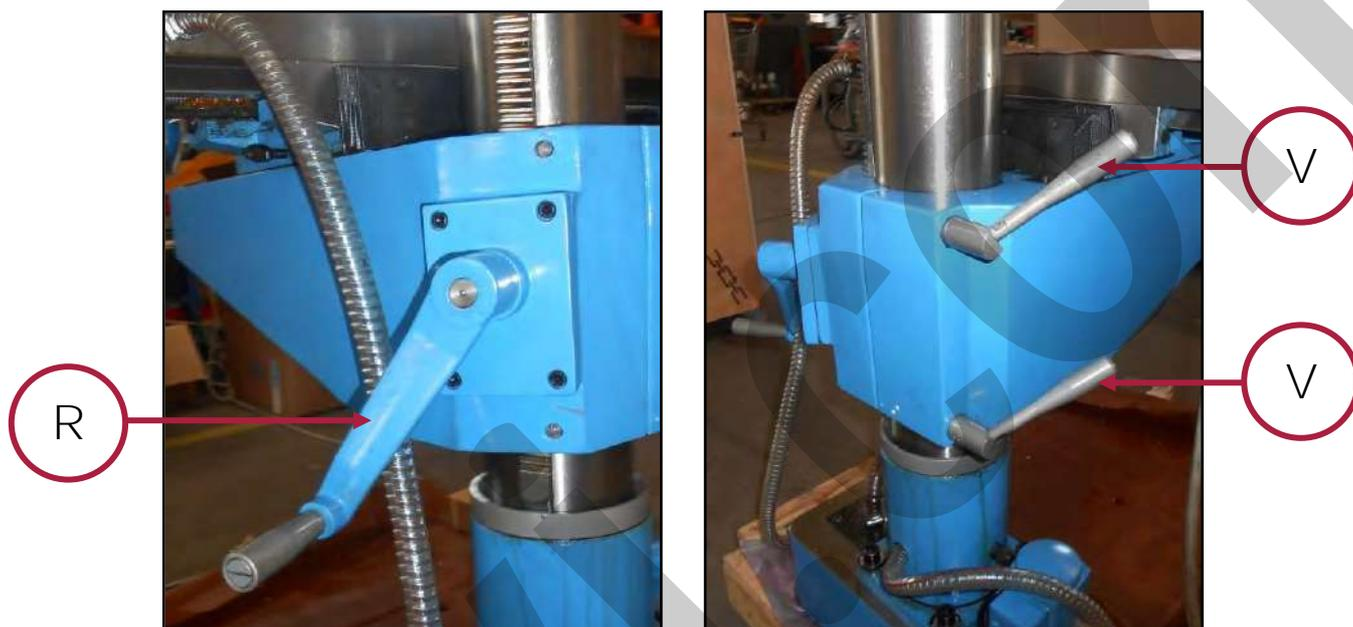

Figura 14 – Manovella regolazione tavola e leve di bloccaggio.
- una manovella ubicata sul lato destro della tavola (rif. R in Figura 14);
- una coppia di leve di bloccaggio ubicate sul lato sinistro della tavola (rif. V in Figura 14)